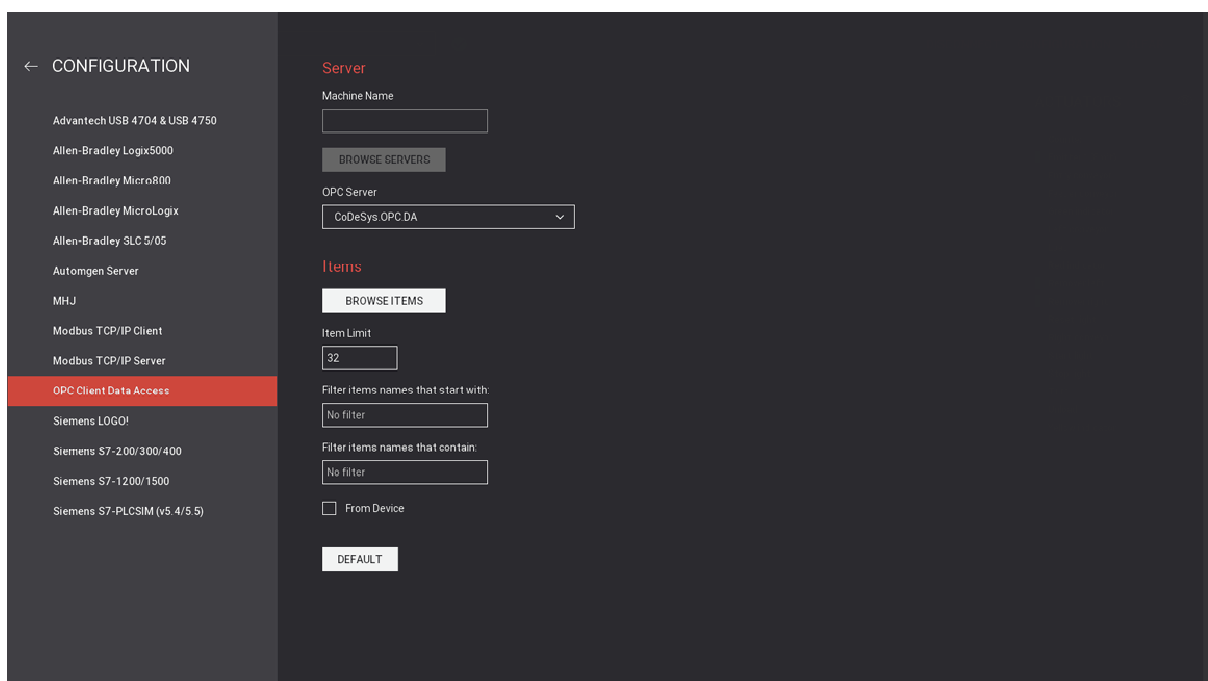

Рис.11. Вікно CONFIGURATION
2.18. Натиснути на **CONFIGURATION** та обрати **CoDeSys.OPC.DA** зі списку **OPC** серверів (**OPC Server list**). Після цього натиснути на **BROWSE ITEMS** (рис.11).